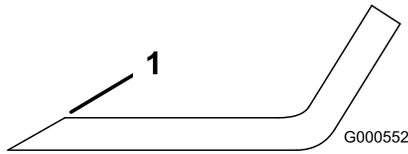

Figura 75
- Utilice una lima para afilar el filo de corte en ambos extremos de la cuchilla (Figura 75).
Nota: Si la cuchilla no está equilibrada, rebaje algo el metal en la parte de la vela solamente con una lima (Figura 75).